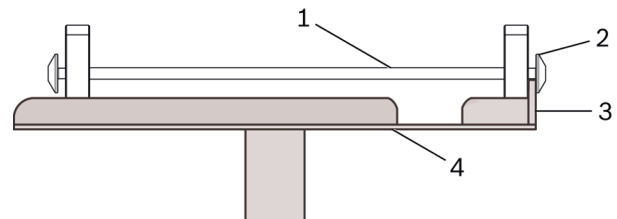

Bild 2: Halter auf der Universalplatte
3. Den Halter auf die Universalplatte des Motor- und Getriebehebers aufsetzen. Dabei sicherstellen, dass die Sicherungsbuchse wie dargestellt hinter die stirnseitige Kante der Universalplatte greift (siehe Bild 2).
- ▶ Den Halter, genau wie in Punkt 3 und Bild 2 dargestellt, aufsetzen und sichern.